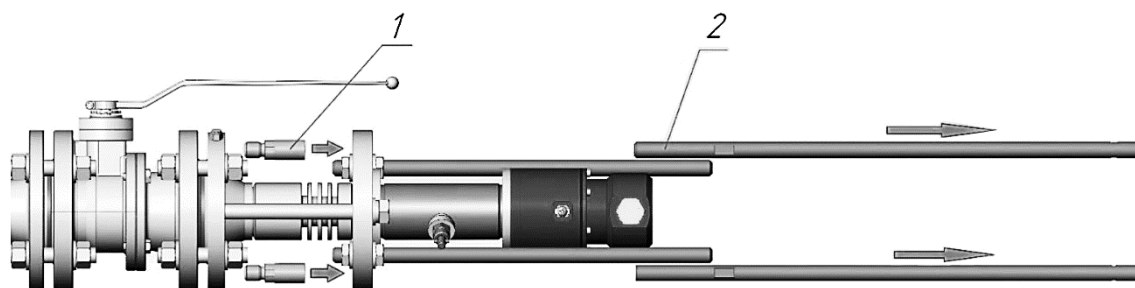

Рисунок 55 – Демонтаж шпилек
– демонтировать шпильки опорные (поз.2, рисунок 55), затем шпильки переходные (поз.1, рисунок 55);